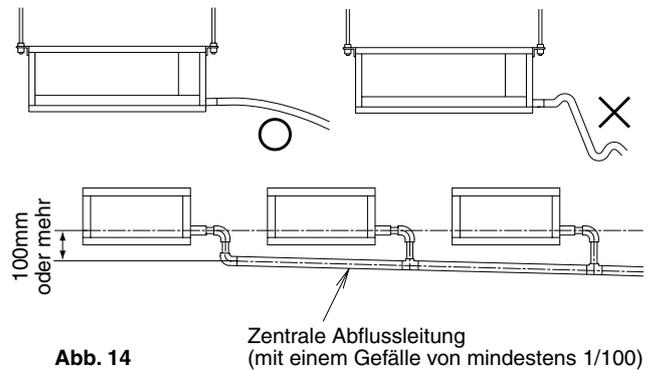

Abb. 14
- Halten Sie das Kondenswasser-Ablaufrohr so kurz wie möglich und verlegen Sie es mit einem Gefälle von mindestens 1/100, um zu verhindern, dass sich Luftblasen bilden können. (Siehe Abb. 14)
- Drehen oder knicken Sie den Ablaufschlauch (2) nicht, damit keine großen Kräfte auf ihn ausgeübt werden. (Hierdurch könnten sonst Leckstellen entstehen.)
- Verwenden Sie eine zentrale Ablaufleitung folgen Sie den Anweisungen in Abb. 14.
(2) Vergewissern Sie sich nach Abschluss der Rohrleitungsverlegearbeiten, dass das Kondenswasser auf die unten beschriebene Weise gleichmäßig ablaufen kann.